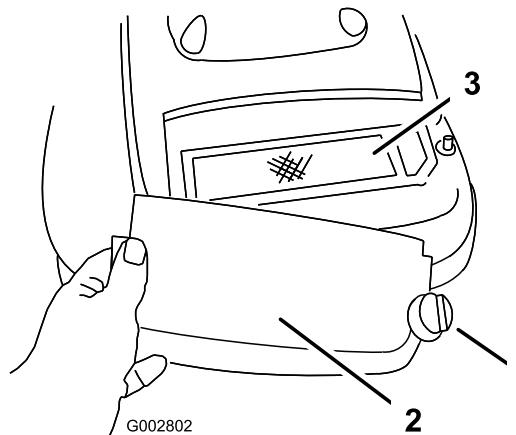

Figura 23
3. Desenrosque el tornillo que sujeta la tapa del limpiador de aire (Figura 23).
4. Retire la tapa y límpiala a fondo (Figura 23).